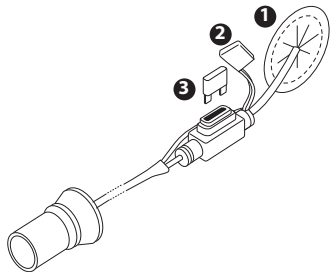

Fig. 2: Skifte batteriets sikring
2. Fjern sikringsholderen. Se fig. 2.